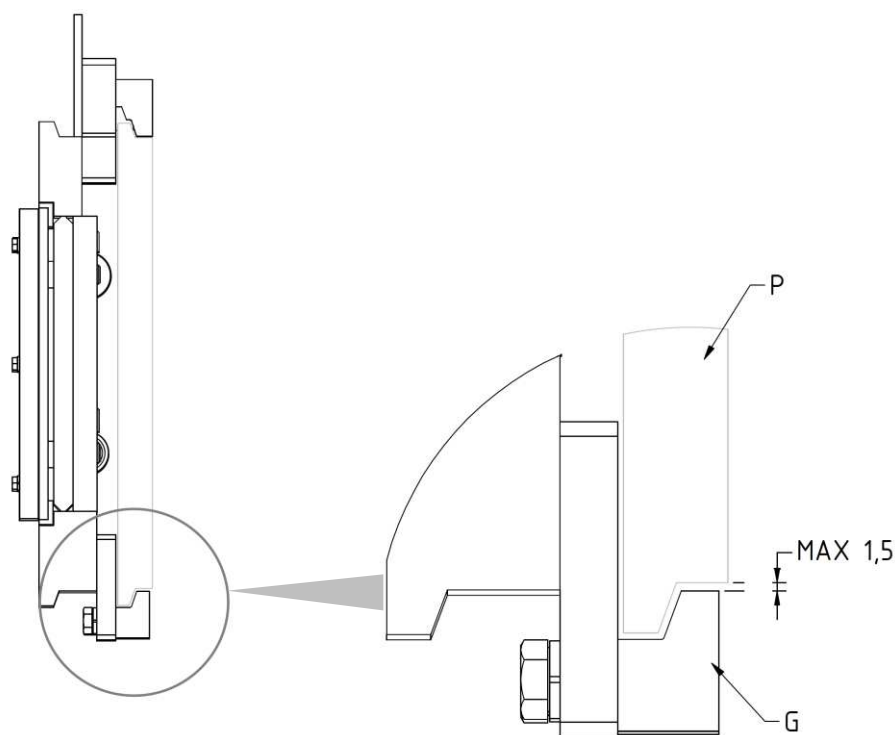
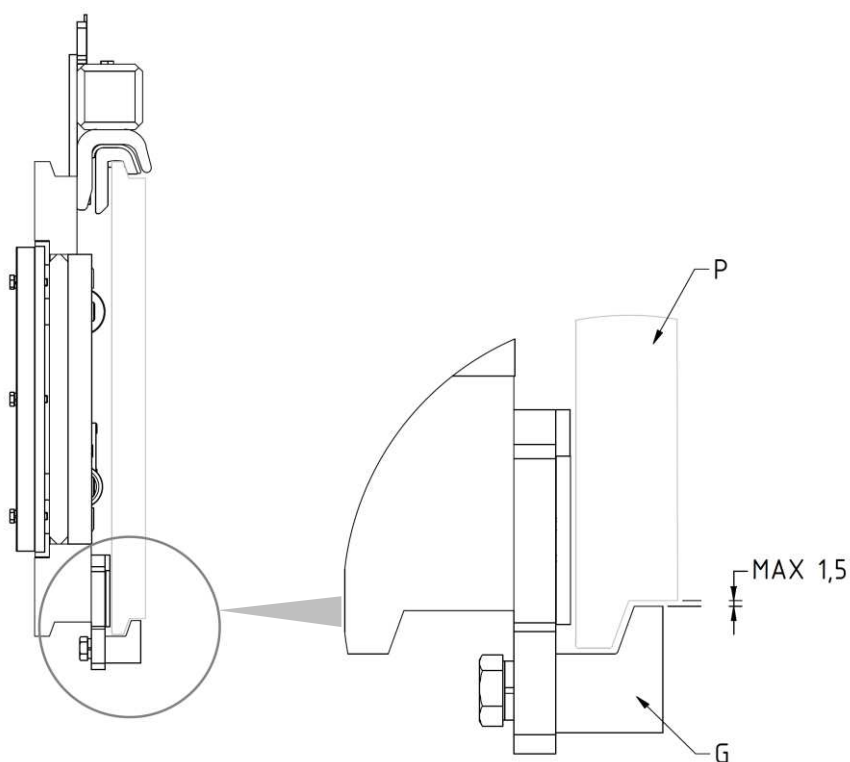

Figura 5
Figura 9
7. Riavvitare i 2 ganci inferiori **G** in modo che il corpo di questi rimanga agganciato anche inferiormente alla piastra porta forche **P** (con gioco max. 1,5mm, vedi dettaglio *Figura 5*), serrando con coppia di serraggio indicata nella *Tabella 3*.
9. Riavvitare i 2 ganci inferiori **G** in modo che il corpo di questi rimanga agganciato anche inferiormente alla piastra porta forche **P** (con gioco max. 1,5mm, vedi dettaglio *Figura 9*), serrando con coppia di serraggio indicata nella *Tabella 4*.
3. Controllare il gioco fra la parte inferiore della piastra porta forche e i ganci inferiori dell'attrezzatura, verificando che sia come indicato in *Figura 5* (pag.11) e in *Figura 9* (pag.14) ed, eventualmente, intervenire sul serraggio delle viti che li sorreggono.